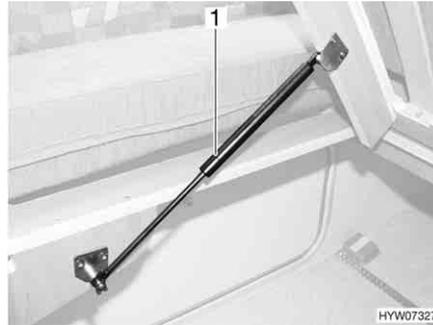

Bild 97 Festes Bett
- Lattenrost anheben. Die Gasdruck-Federn (Bild 97, 1) halten den Lattenrost in geöffneter Stellung.